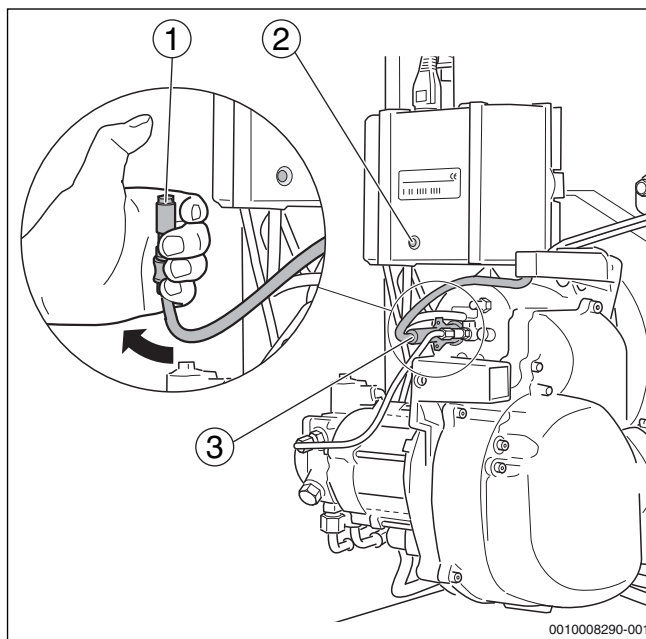

Fig. 41 Comprobación del funcionamiento de la fotocélula
- ▶ Separe la fotocélula del soporte con el quemador en funcionamiento tirando del mando previsto para tal fin (→fig. 41, [3])
- ▶ Mantenga la fotocélula bajo la luz (→fig. 41, [1]). Después de la nueva conexión debe producirse una desconexión por fallo.
- ▶ Después de un tiempo de espera de aprox. 30 segundos desbloquee el programador de combustión pulsando la tecla de reinicio (→fig. 41, [2]) o la tecla de reinicio en el aparato de regulación.